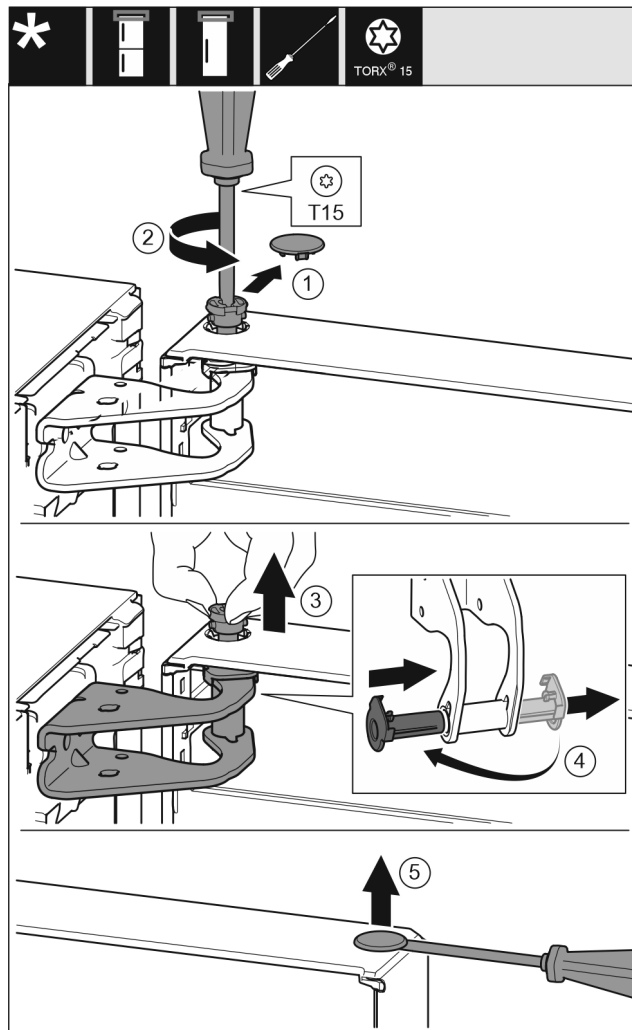

Fig. 9
- Desprindeți cu precauție apărătoarea siguranței. Fig. 9 (1)
- Extrageți puțin bolțul prin rotire cu șurubelnița T15. Fig. 9 (2)
- Țineți ferm ușa și extrageți bolțul cu degetele. Fig. 9 (3)
- Extrageți cuzinetul din ghidaj. Introduceți din partea opusă și fixați în poziție. Fig. 9 (4)
- Ridicați cu precauție dopul din cuzinetul ușii cu o șurubelniță plată și extrageți-l. Fig. 9 (5)